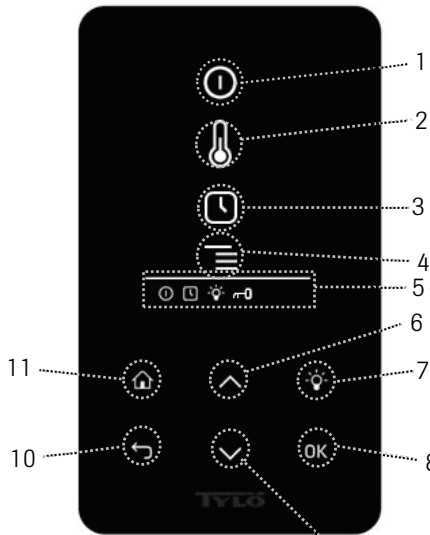

Abb. 8. Grundmenü h1
11. Home – Zurück zum Grundmenü (Abb. 8 und 9)
Anzeige von Zeit und Temperatur wie im Grundmenü (Abb. 8) auch bei ausgeschaltetem Aggregat.